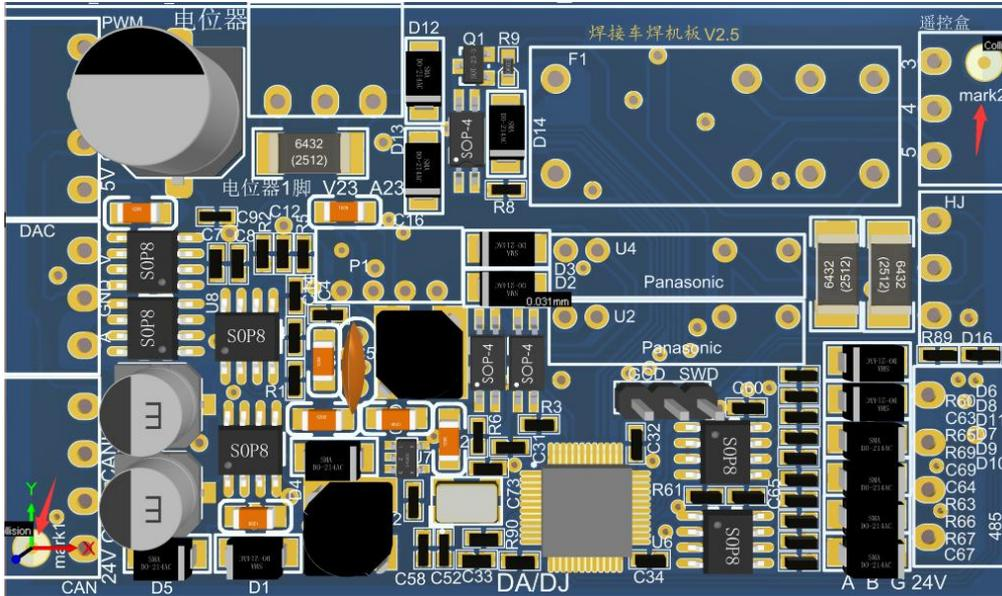

图 1
- (1) 尽量使用 MARK1 作为 PCB 原点（推荐）：MARK1 理论坐标是(0,0)，再抄写 MARK2 的理论坐标即可。（图 1）